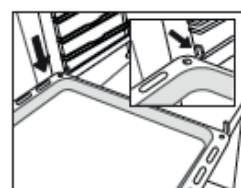

Fig. 5
5. Așezați accesoriile pe glisor (Fig. 5, 6).